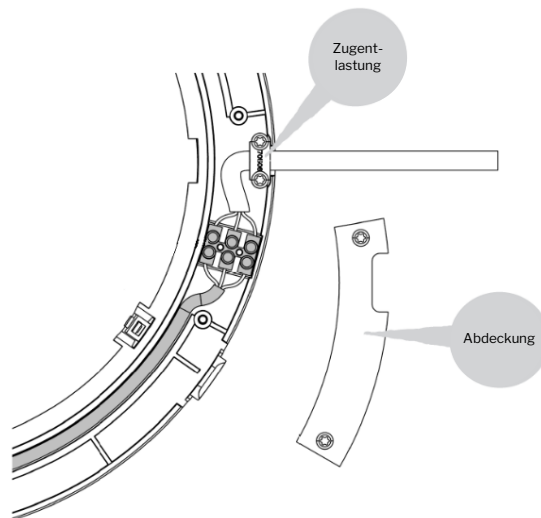

Abbildung 35 - 230V Kabelzugang von rechts mit Zugentlastung
6. Die Kabelzugentlastung und die Abdeckung von der Oberseite der Wandabdeckung entfernen und an der neuen Stelle montieren, siehe Abbildung 35.